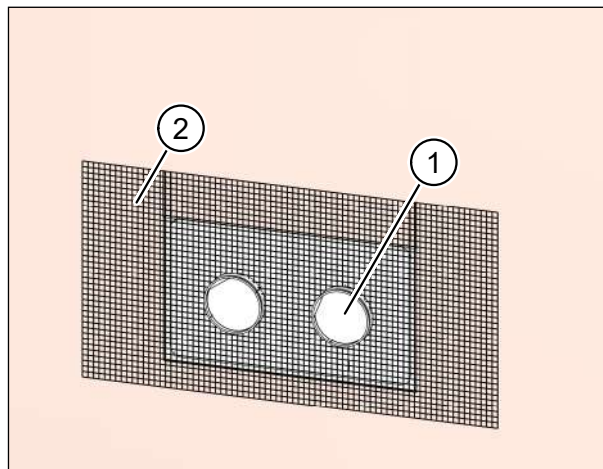
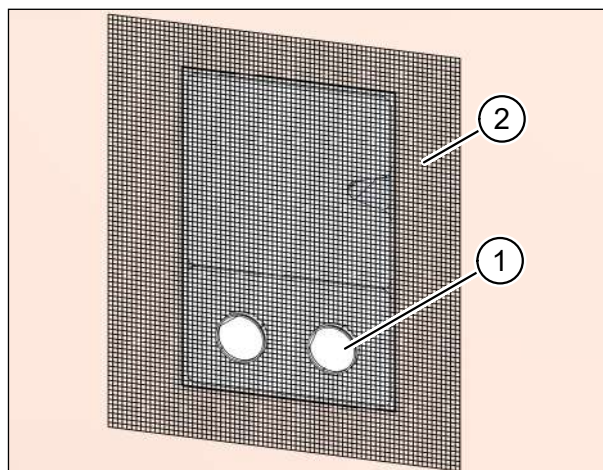

Fig. 37: Intonacatura del set di montaggio **senza** elemento di riempimento
Fig. 38: Intonacatura del set di montaggio **con** elemento di riempimento
- ▶ Inserire le guaine di protezione dell'intonaco (pos. 1 nella Fig. 37 e Fig. 38). Devono sporgere dalla parete massiccia in modo da essere a livello con la successiva intonacatura. Le guaine di protezione dell'intonaco costituiscono la superficie d'intonacatura per l'intonaco esterno.
- ▶ Applicare la rete porta intonaco (pos. 2 nella Fig. 37 e Fig. 38) alla cassetta a muro esternamente, ai muri o all'isolamento della facciata.